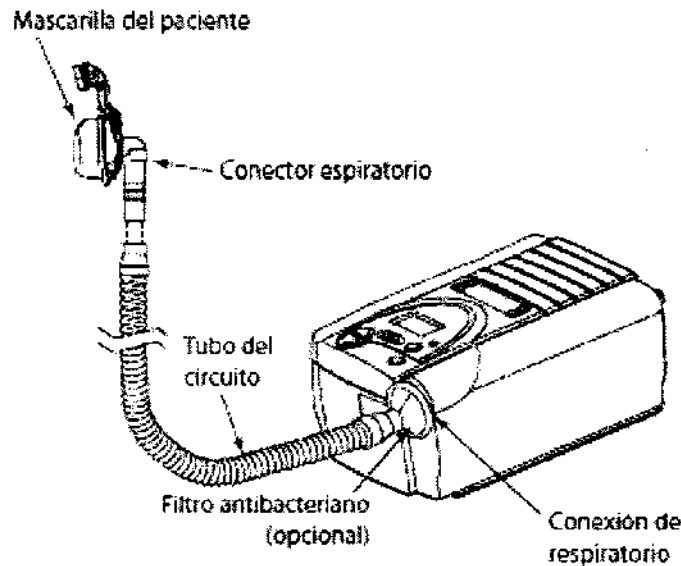

Figura 5-2 Ejemplo de un circuito típico
2. Si fuera necesario, conecte un filtro antibacteriano a la conexión del circuito respiratorio (mostrada en la Figura 5-2) y conecte el tubo del paciente a la salida del filtro antibacteriano.
- En la figura 5-2 se ilustra un sistema ya montado (sin humidificador).